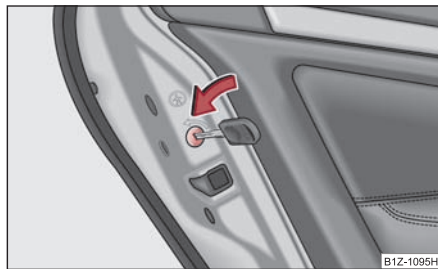

Fig. 40 Seguro para niños en las puertas traseras
- Gire con la llave del vehículo la ranura en la puerta trasera en sentido de la flecha ⇒ **fig. 40**.